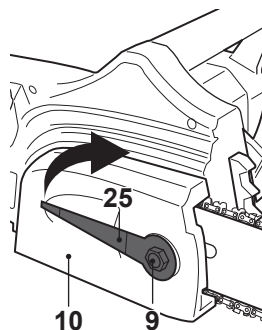

Imagen 7
- > Vuelva a colocar la cubierta [10] y apriete ligeramente la tuerca de retención [9] hacia la derecha con la llave [25] (Imagen 7). No apriete la tuerca de bloqueo por completo; antes hay que tensar la cadena de corte.